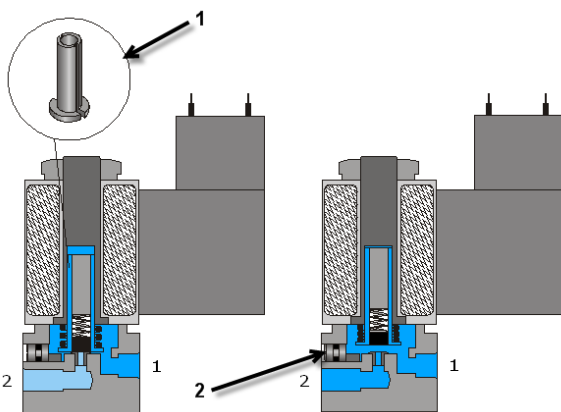

Fig. 1.
Bij elektroventielen met directe besturing wordt het ventiel rechtstreeks door een elektromagneet aangestuurd (Fig. 1).
Bij het bekrachtigen van de elektromagneet (Fig. 1 rechts) wordt het anker (1), tegen de veerkracht in, naar boven getrokken.
Wordt de magneet uitgeschakeld (Fig. 1 links), dan drukt de veer het anker weer op zijn onderste ventielzitting en wordt de verbinding 1 – 2 afgesloten.